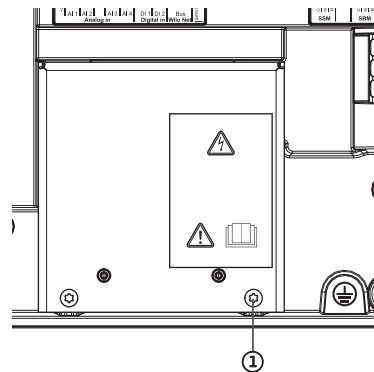

Fig. 114: EMV-Schutzblech
4. Schrauben des EMV-Schutzblechs (Fig. 114, Pos. 1) lösen und Schutzblech entfernen.